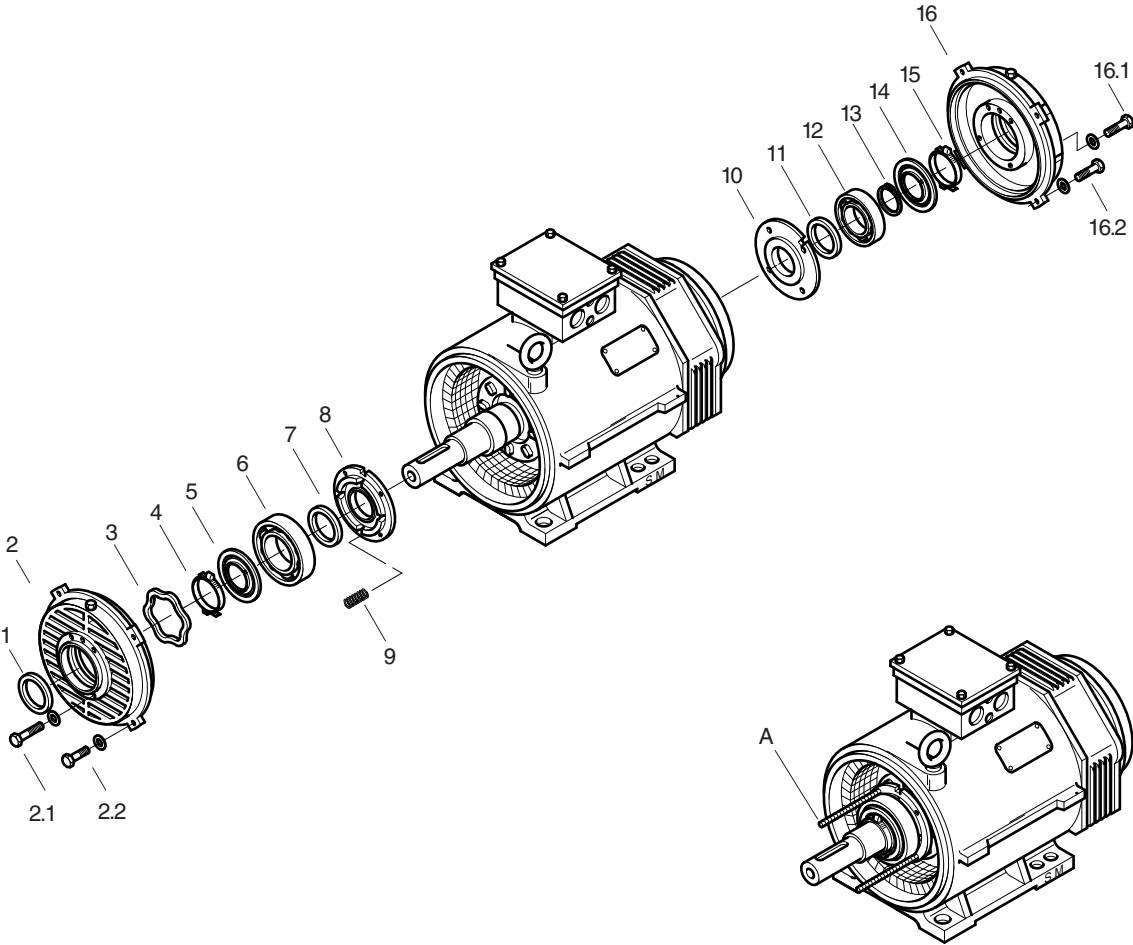

Bild 13: Lagerwechsel AH180 bis AH315
5.5.2 Montage bei antriebs- und gegenseitigem Rillenkugellager (→ Bild 13) (Für antriebsseitiges Zylinderrollenlager, siehe 5.5.4)